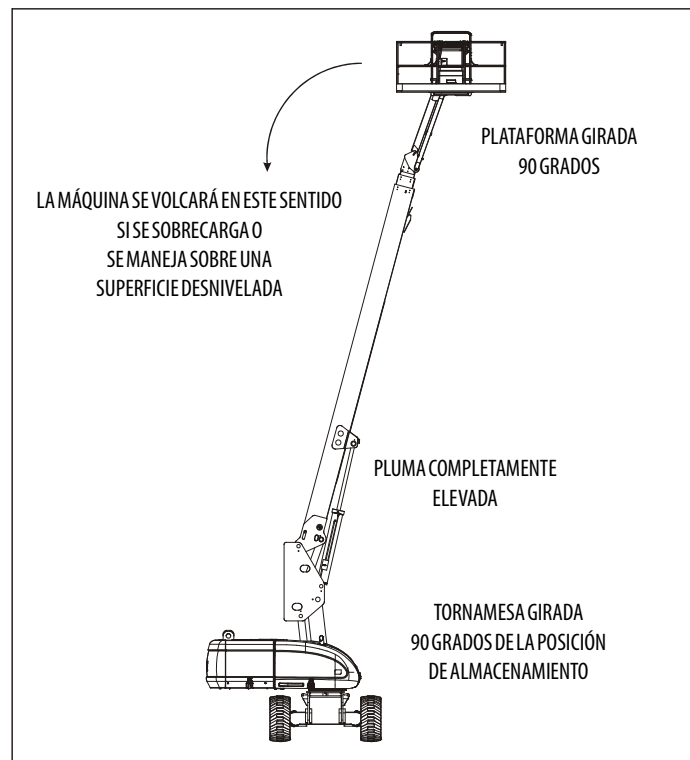
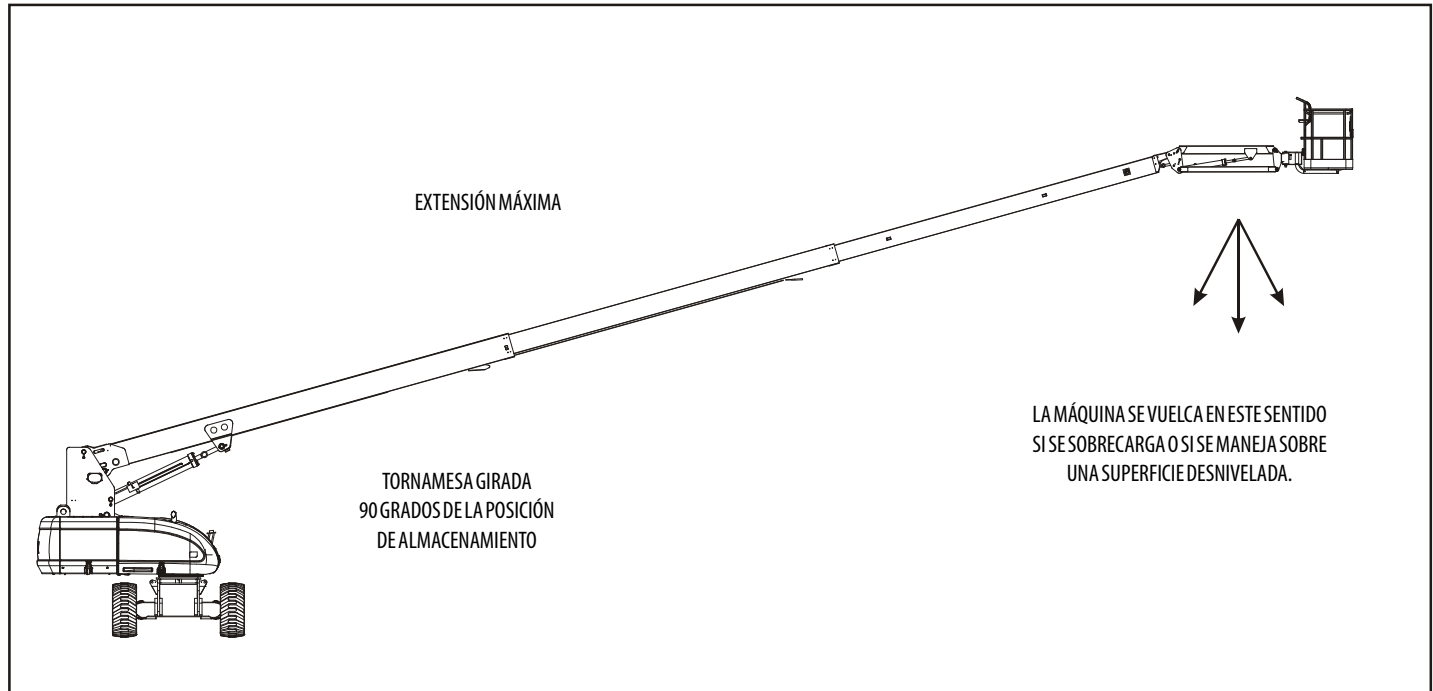

Figura 4-1. Posición de estabilidad trasera mínima
Figura 4-2. Posición de estabilidad delantera mínima
La estabilidad de la máquina depende de dos (2) condiciones, las cuales se denominan estabilidad DELANTERA y estabilidad TRASERA. La posición de la máquina que ofrece la estabilidad DELANTERA mínima se ilustra en (ver la Figura 4-2.); la posición que ofrece la estabilidad TRASERA mínima se ilustra en (ver la Figura 4-1.)